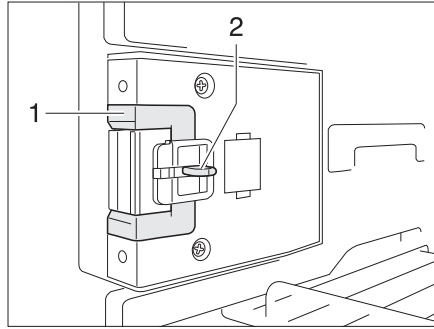
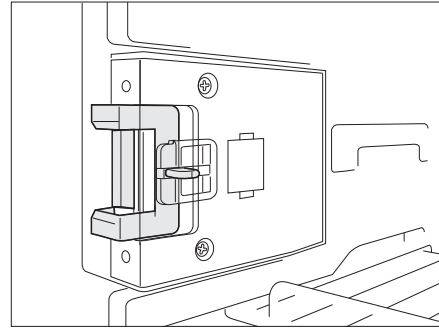

Fig. 252 Dispositivo de cierre en posición normal
Fig. 253 Dispositivo de cierre en posición de ventilación
- Hundir el desbloqueo (Fig. 252,2).
- Empujar el dispositivo de cierre (Fig. 252,1) hacia delante (Fig. 253).